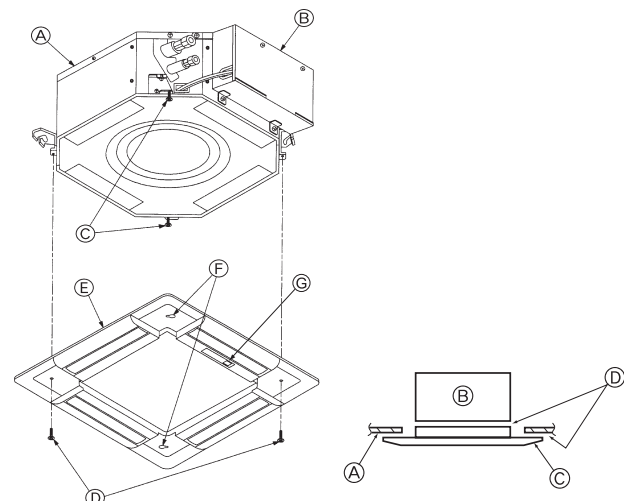

Fig. 5-6
5.3.2. Mise en place provisoire de la grille (Fig. 5-6)